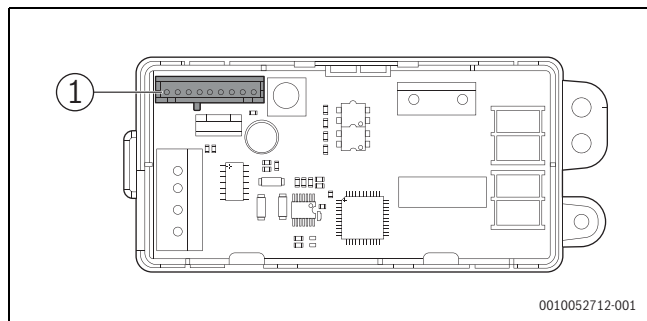

Fig. 1
1. Insérer une extrémité du kit de communication dans l'extension correspondante de la borne CN1 sur le circuit de l'adaptateur de communication (fig. 1).